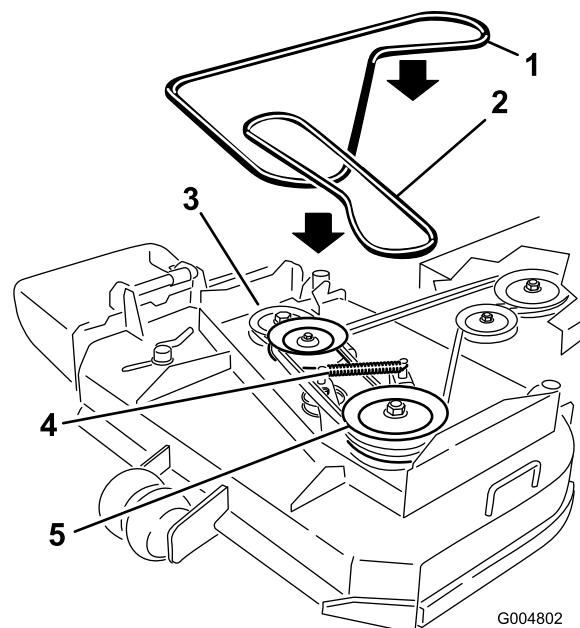

Figura 37
6. Scollegate la molla del braccio di rinvio per rilasciare la tensione sul braccio di rinvio e sulla puleggia tendicinghia, quindi togliete la cinghia del tosaerba consumata (Figura 37).
7. Montate la nuova cinghia del tosaerba attorno alle 2 pulegge del mandrino esterne, alla puleggia tendicinghia, e nella scanalatura inferiore della puleggia del mandrino doppia (Figura 37).
8. Collegate la molla del braccio di rinvio (Figura 37).
10. Regolate la guida della cinghia a 3 mm dalla cinghia (Figura 37).